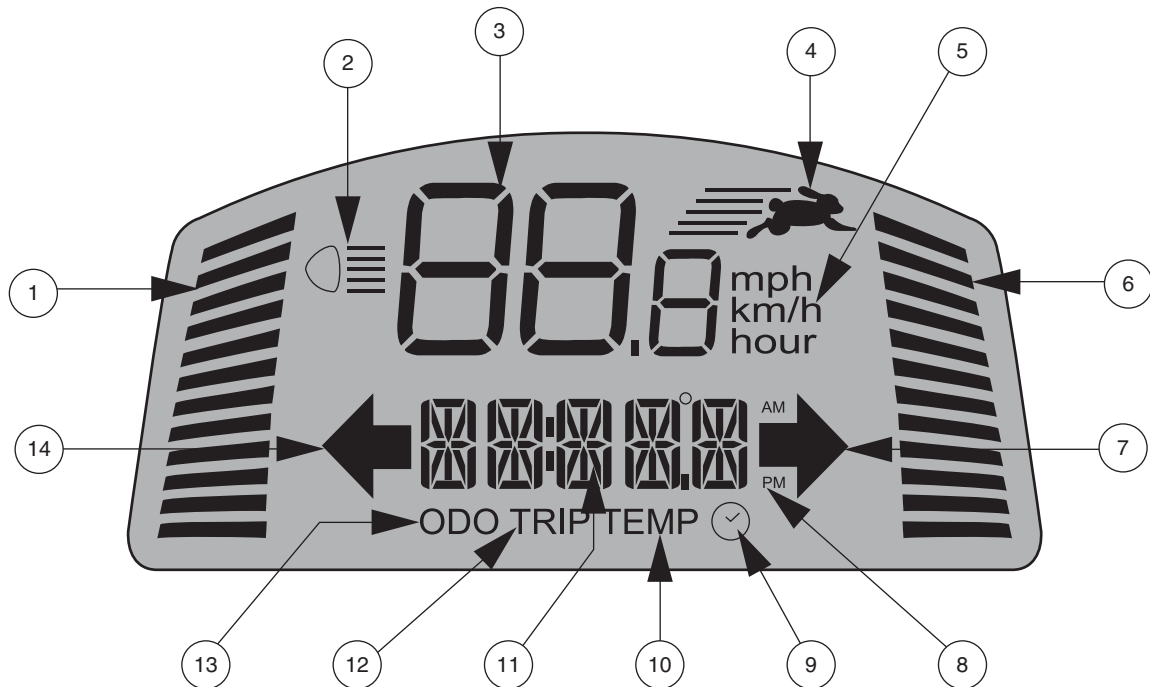

Abb. 2. LCD-Bildschirm
- Drücken Sie den High-Low-Knopf einmal, um die Geschwindigkeit auf "High" ("Hoch") einzustellen. Die High-Low-Anzeige wird auf dem LCD-Bildschirm angezeigt. **Siehe Abb. 2.** Wenn Sie diese Einstellung zusammen mit den Einstellungstasten für die Geschwindigkeit verwenden, kann das Personal Elektromobil Geschwindigkeiten bis zur voreingestellten Maximalgeschwindigkeit des Personal Elektromobils erreichen.
Mit Hilfe dieser Einstellknöpfe können Sie die Geschwindigkeit Ihres Personal Elektromobils vorauswählen und begrenzen. Angezeigt wird sie in der Anzeige für die Maximalgeschwindigkeit auf dem LCD-Bildschirm. **Siehe Abb. 2.**
HINWEIS: Je mehr Balken in der Anzeige für die Maximalgeschwindigkeit angezeigt werden, desto höher ist Ihre voreingestellte Maximalgeschwindigkeit. Siehe Abb. 2.
Das LCD-Bedienfeld bietet praktische und intuitiv verständliche Rückmeldungen auf dem LCD-Bildschirm. **Siehe Abb. 2.** Der LCD-Bildschirm wird auch während der Einrichtung (Aktivierung) der unterschiedlichen Bedienfeld-Einstellungen verwendet. **Siehe Tabelle 1.**